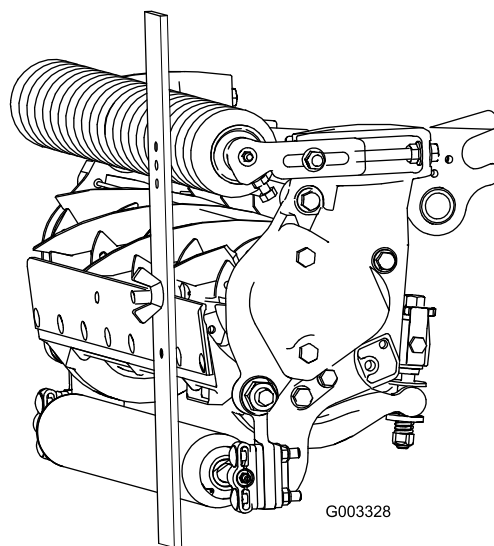

図 23
3. ゲージバーのネジ頭を下刃の切っ先に引っかけ、バーの後端を後ローラに当てがう (図 23)。
4. バーの前端がローラに当たるように、調整ネジで調整する (図 23)。ローラ全体が下刃と平行になるように、ローラの両側を均等に調節する。